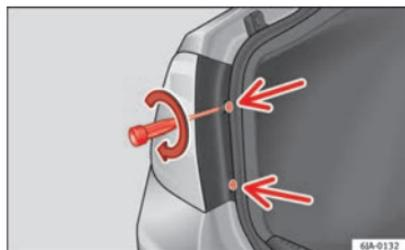

Fig. 167 Pose du feu arrière
- Avec le tournevis fourni ou une clé Torx 20 (T20), vissez (dans le sens des aiguilles d'une montre ⇒ fig. 167) les deux vis de fixation de la zone avant du feu. ■